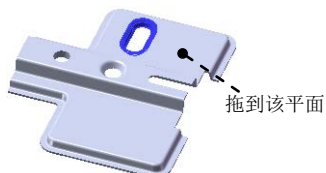

图 16.6.50 成形特征 4
Step8. 创建图 16.6.50 所示的成形特征 4。
(1) 单击任务窗格中的“设计库”按钮, 打开“设计库”对话框。
(2) 单击“设计库”对话框中的 ch16 节点, 在设计库下部的列表框中选择“hinge_shaped_tool_06”文件并拖动到图 16.6.50 所示的平面, 在弹出的“成形工具特征”对话框中单击 按钮。